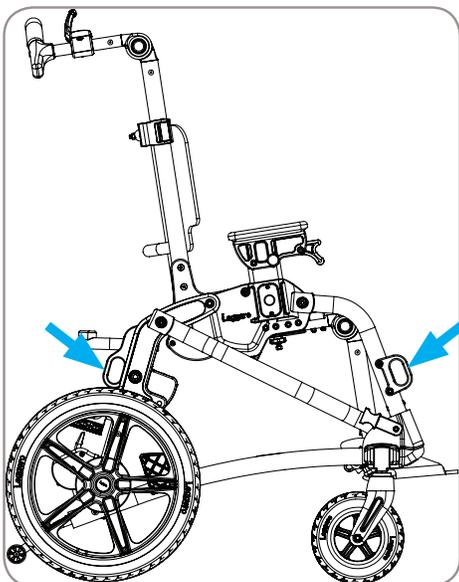

Figure 27
- Consultez les figures 27 et 28, pour déterminer les emplacements approuvés des ancrages et des goupilles des harnais et des ceintures.